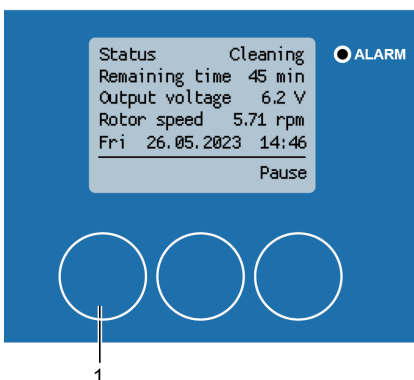

Abbildung 168: Wiederaufnahme des Reinigungsprozesses
1. Drücken Sie [Wiederaufnahme] (Abbildung 168/1), um den Reinigungsprozess abzubrechen.